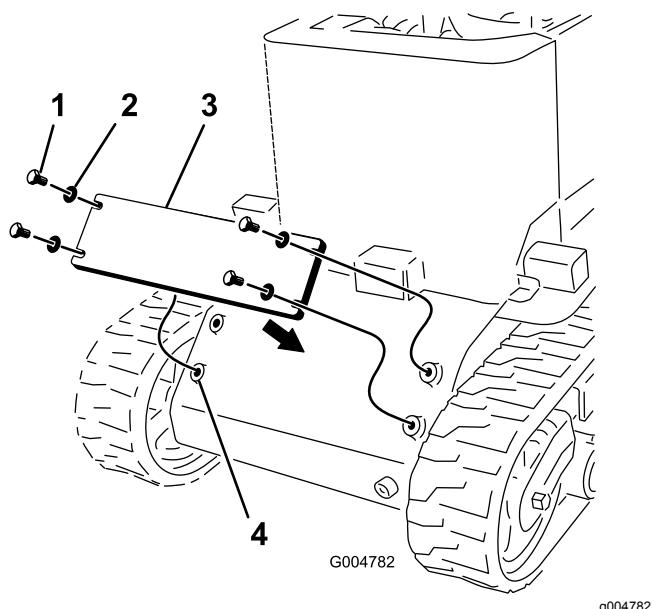

Figura 6
1. Aplique fijador de roscas a los 4 pernos (1/2 x 1 1/4"), y utilícelos junto con 4 arandelas para instalar el contrapeso en la parte delantera de la máquina (Figura 6).